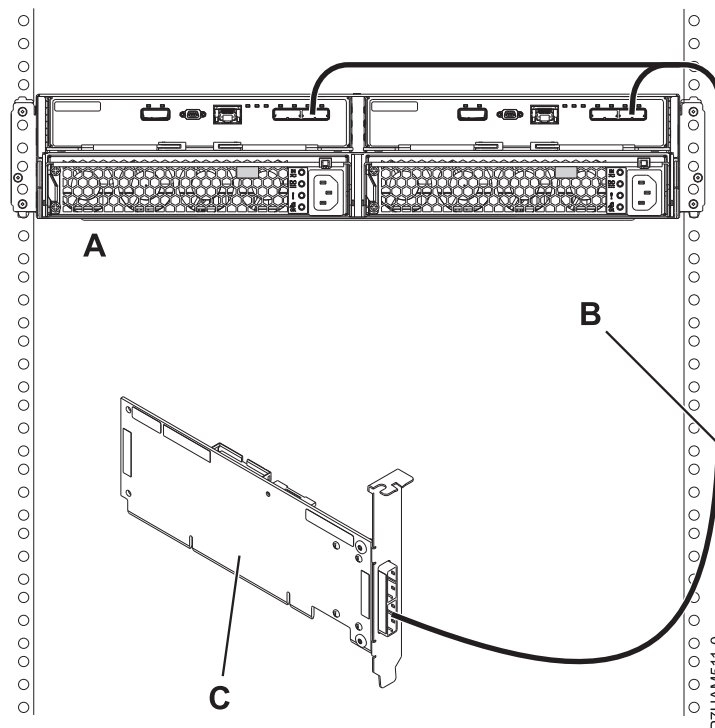

図 12. 単一 SAS アダプターへの YO ケーブルを使用した、1 台の 5887 ディスク・ドライブ・エンクロージャー のモード 1 接続
12. 単一 SAS アダプター (C) への YO ケーブル (B) を使用した、1 台の 5887 ディスク・ドライブ・エンクロージャー (A) のモード 1 接続を行います。図 12を参照してください。